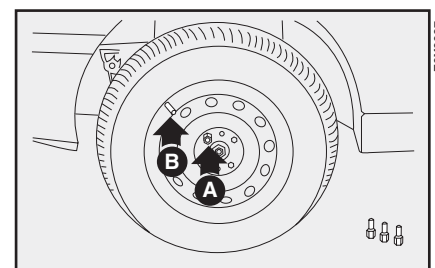

fig. 116
- 9) Avvitare uno dei bulloni A-fig. 116 in corrispondenza della valvola di gonfiaggio B.